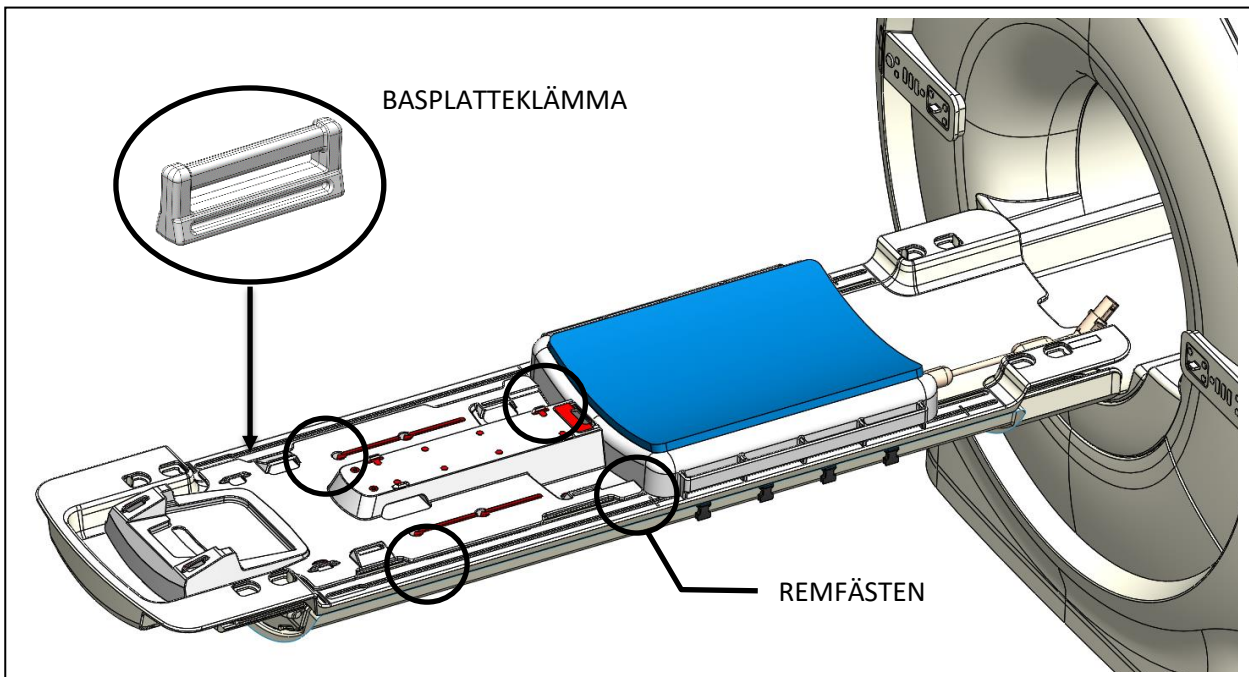

Bild 5: Införing av basplatteklämma
2. Sätt i fyra basplatteklämmor i de yttre skårorna på MR-britsen, två på varje sida, och skjut nedåt så att de är i linje med remfästena på basplattan. Alla klämmor och remmar medföljer tillbehörssetsen till basplattan (*Bild 5*).